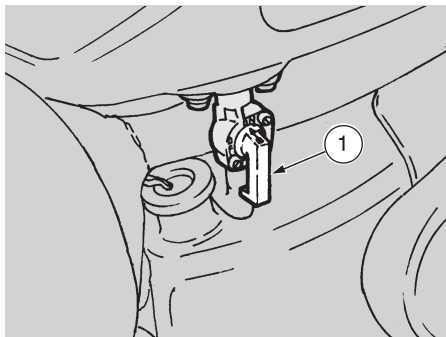

Fig. 21
## DEMARRAGE (Fig. 21 ÷ 24)
- ◆ Placer en position "ON" le levier du robinet du carburant (1 - Fig. 21).